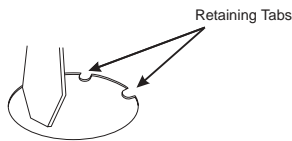

Figure 3
3. Remove 7/8" knockout by placing straight blade screwdriver on edge of knockout and strike with hammer. (Always wear safety glasses when hammering). Remove slug by flexing back and forth with pliers. Position fixture with 7/8" diameter over junction box and mark location of mounting slots. See Figure 3.
3. Pour enlever la débouchure appuyer un tournevis sur celle-ci et donner un coup de marteau. Enlever la rondelle à l'aide de pinces. (Porter des verres de sécurité). Placer l'appareil de façon à ce que l'entrée de 7/8" po de diamètre soit sur la boîte de jonction, puis marquer l'emplacement des encoches en trou de serrure. Voir la Figure 3.